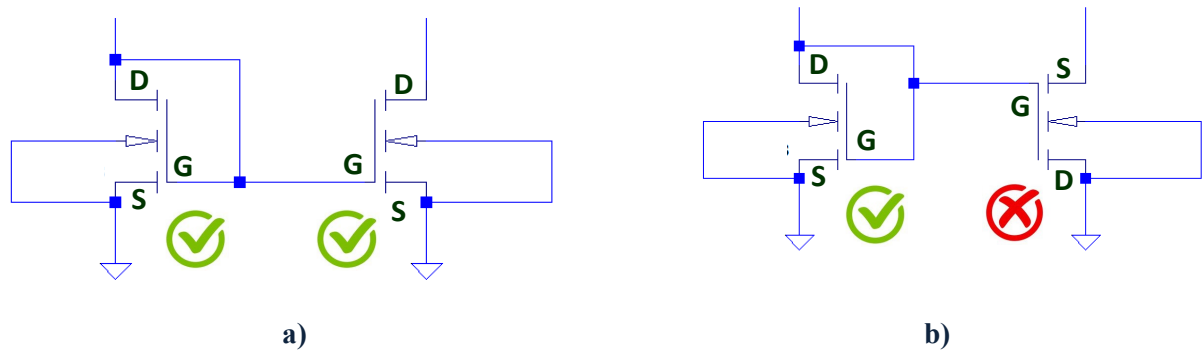

Figura IX.4. Posición de los transistores NMOS: a) correcta; b) incorrecta.
3. La posición del transistor NMOS debe cumplir el criterio que se indica en la figura IX.4. La puerta (G) y la fuente (S) del transistor NMOS debe estar siempre en la posición inferior. Para ello, hay que realizar rotaciones (**CTRL+r**) y simetrías (**CTRL+e**) a los símbolos de los transistores para posicionarlos adecuadamente.